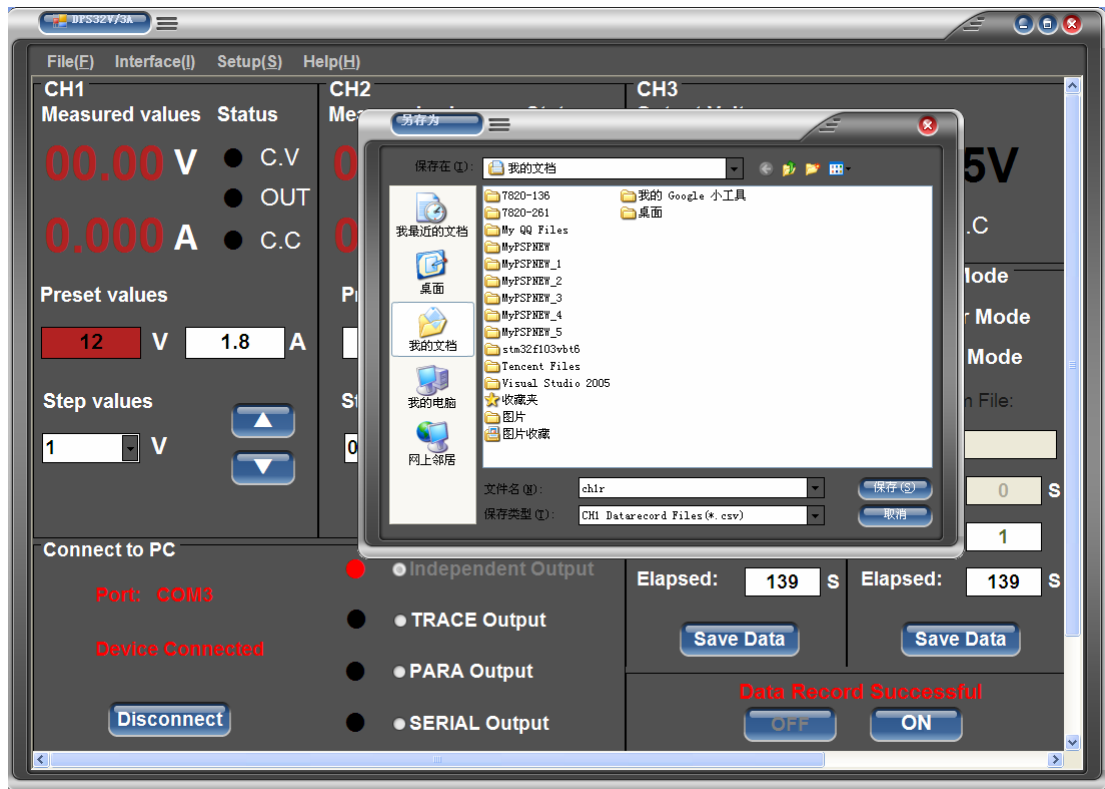

图 28
- 单击 Save Data 按钮可以在输出关闭或者输出完成后保存输出变化数据,如图 28—29 所示；